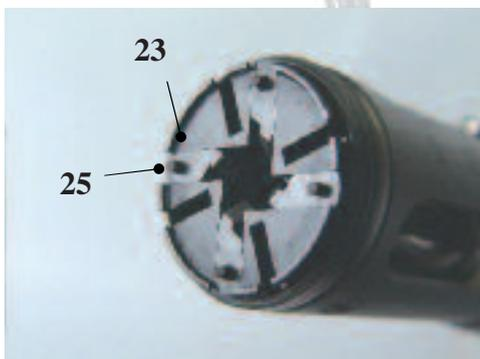

Fig. 15
- Remettre en place le guide (23) et engager les mâchoires de centrage (25) les unes après les autres, Fig. 15.